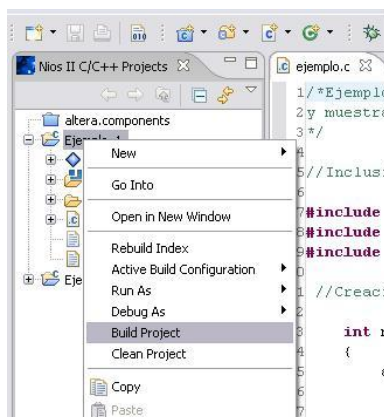

Figura D54 Compilación del proyecto
6. Para realizar la compilación de nuestro proyecto, nos ubicamos con el cursor sobre la carpeta de éste, presionamos clic derecho y seleccionamos **Build Project**, Figura D54 .